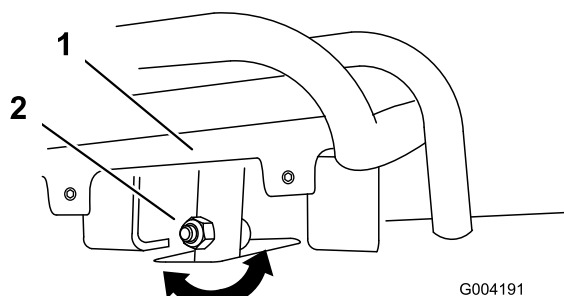
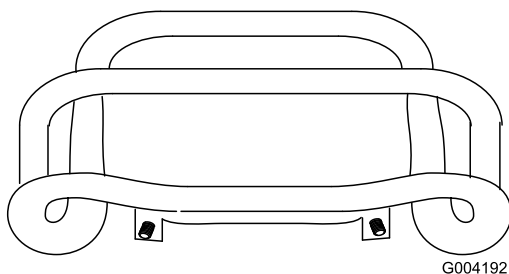

Рисунок 51
Рисунок 52
4. Если передняя часть рычага управления тягой не встает перпендикулярно контрольной штанге и вровень с ней, ослабьте гайку с буртиком и болт в хвостовике рычага управления тягой (Рисунок 51).
5. Отрегулируйте рычаг управления тягой таким образом, чтобы при перемещении назад он вставал вровень с контрольной штангой (Рисунок 51 и Рисунок 52).